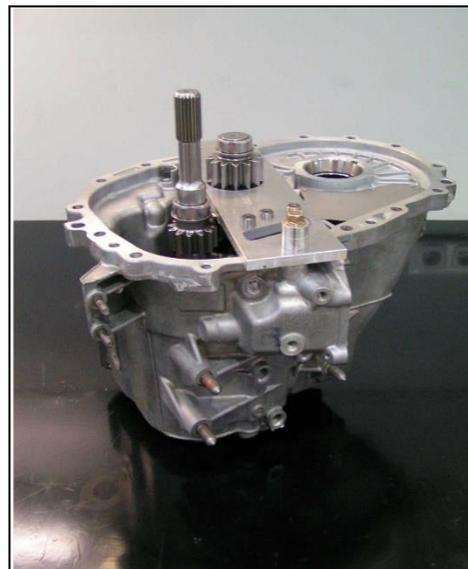

Bild 6
- Die Einstellplatte mit der Bauteilnummer 240 382 0096 am Getriebegehäuse montieren (siehe Bild 6).